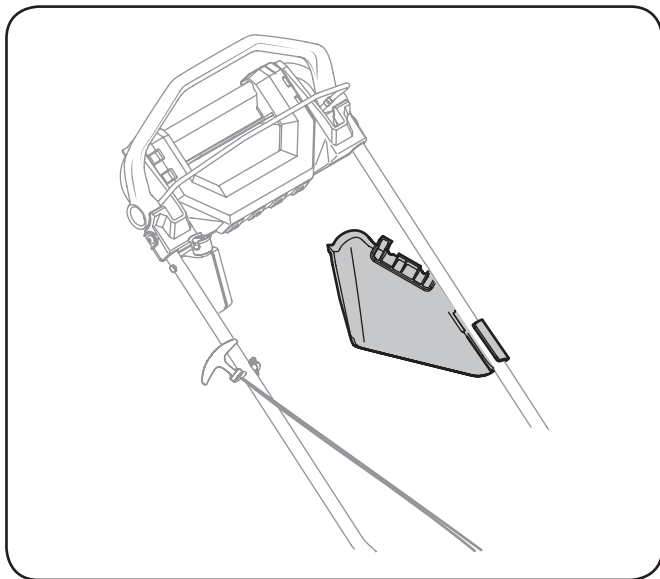

Figura 7-5
- Asegure tolva de descarga lateral para manejar como se muestra en Figura 7-5.